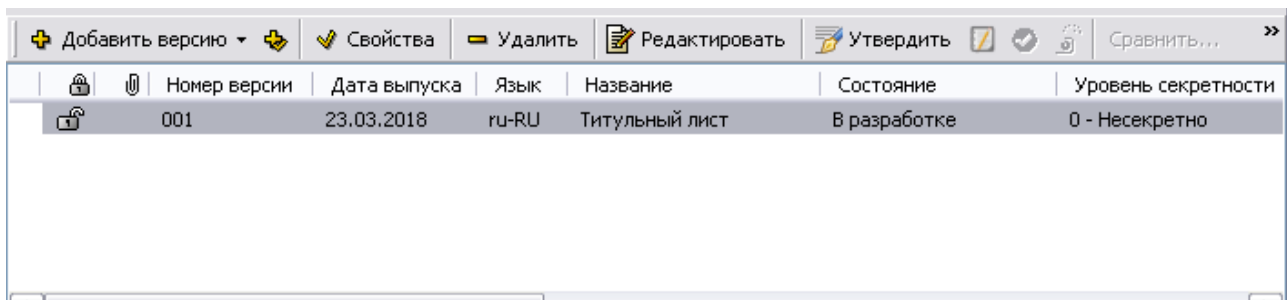

Рис. 17.2
6. Введите причину добавления версии и нажмите Ok. Созданная версия МД отобразится в окне редактора версий (Рис. 17.2).